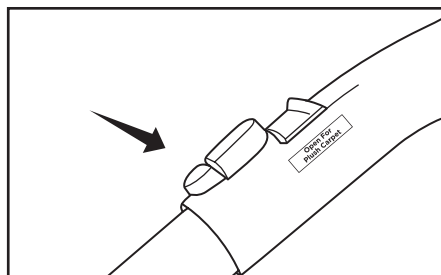

Fig. 1
- Déconnectez le tube de la poignée incurvée en appuyant sur le bouton de déverrouillage du tube (Fig. 1).